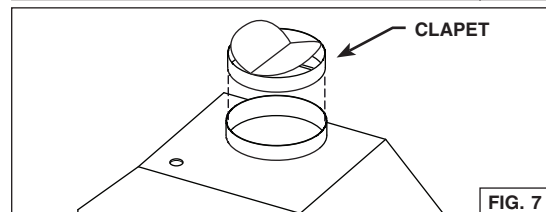

FIG. 7
5. **Installation avec conduits seulement :** Glisser le clapet à l'intérieur de l'ouverture d'évacuation du ventilateur sur le dessus de la hotte (Fig. 7).